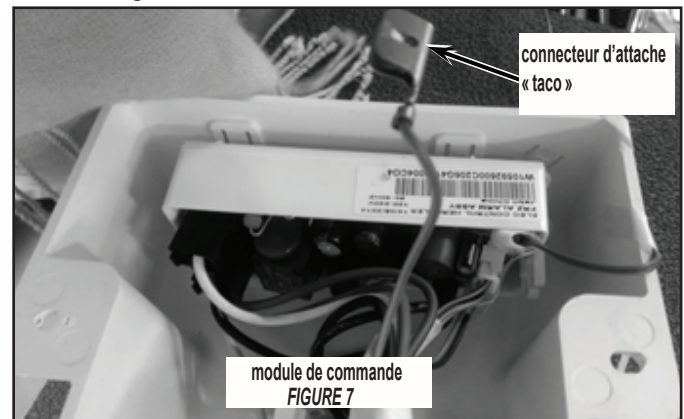

FIGURE 7
9. Monter l'avertisseur derrière la glissière au moyen de la vis retirée à l'étape 3, en passant la vis dans le trou sous l'attache d'orientation. Les fils de l'avertisseur doivent être orientés vers le bas. Voir la figure 7.
16. Débrancher l'attache «taco» qui met à terre l'écran thermique. Voir la figure 7.